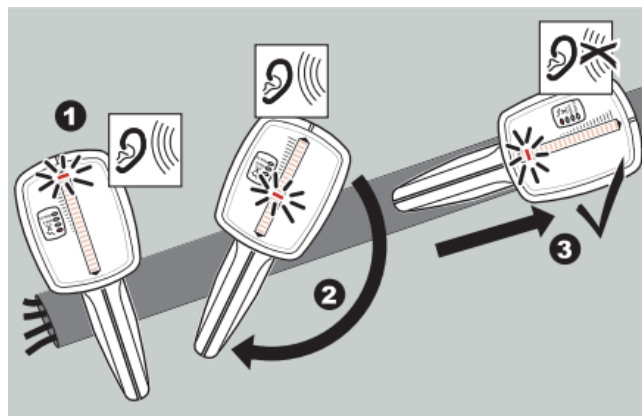

Рис. 8.8 Визначення напрямку комунікації
3. Відсутність сигналу, свідчить про те, що пристрій направлено вздовж осі комунікації (рис. 8.8).